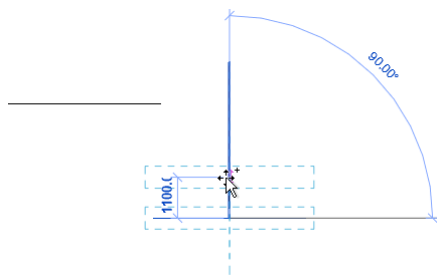

图 2-40 复制多个图元
- (5) 如果勾选“多个”复选框，则继续放置更多的图元，如图 2-40 所示。